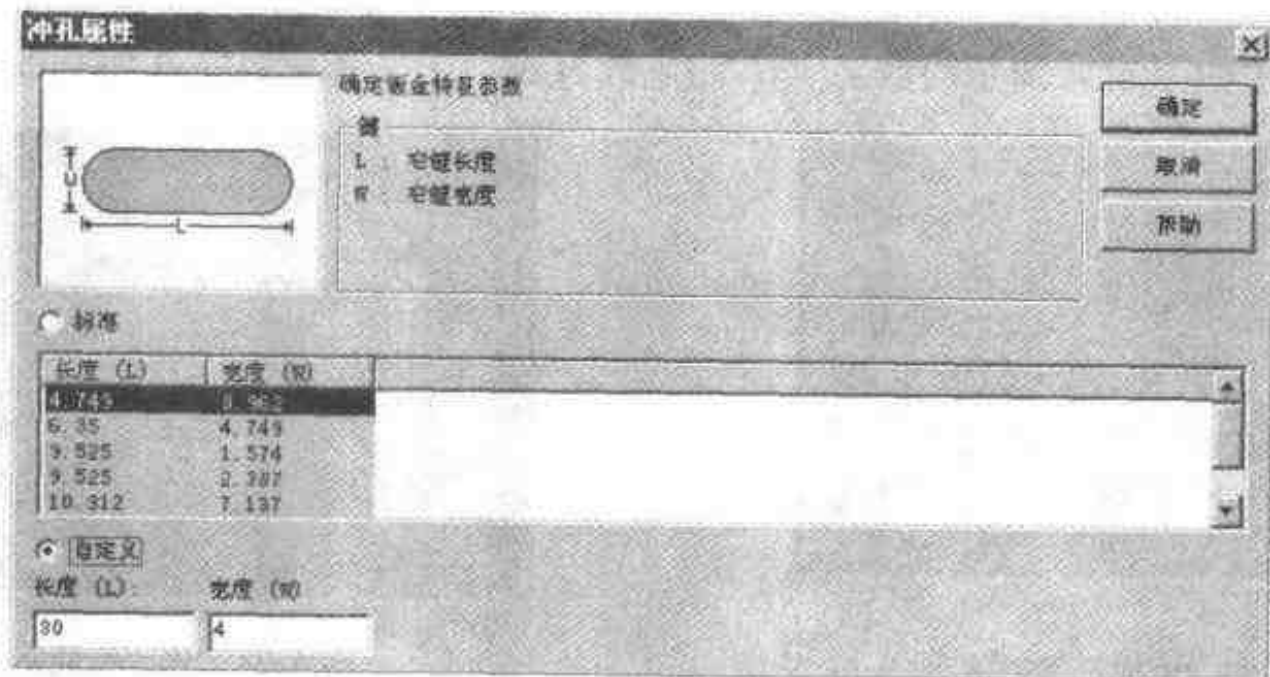

图 4.28 定义孔属性
- (4) 打开设计树后右击【窄缝】，选择【加工属性】命令，在弹出的【冲孔属性】对话框中选择【自定义】单选按钮，依次设置长度为 30，宽度为 4，如图 4.28 所示。